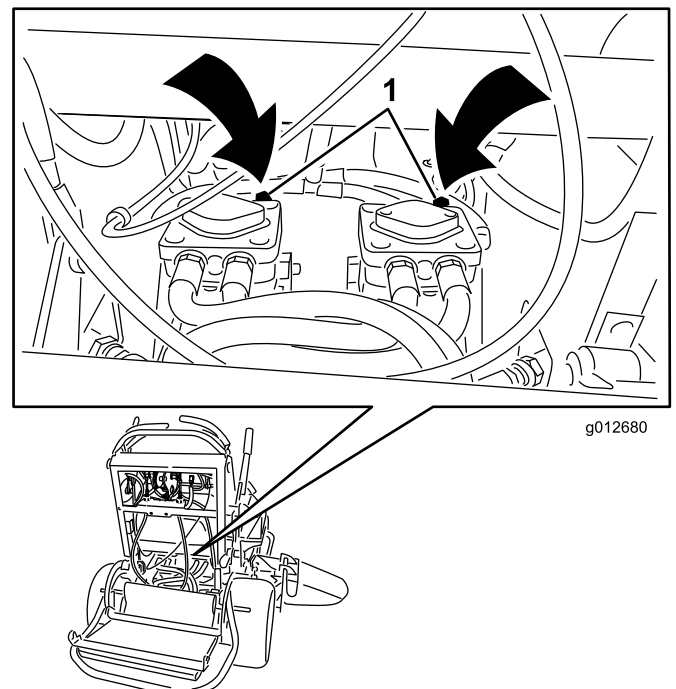

Figura 27
3. Abra a válvula de derivação em ambas as bombas rodando 1 a 2 voltas no sentido oposto aos ponteiros do relógio (Figura 27).